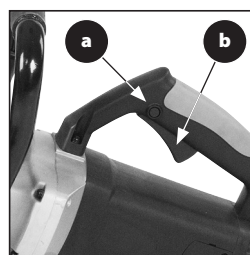

FIG. 5a & 5b
- Appuyez sur l'interrupteur de sécurité **(Fig. 5a)** avec votre pouce sur le côté de la poignée.